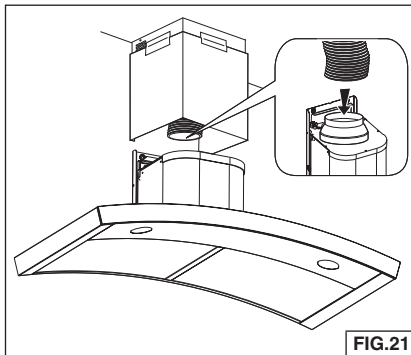

FIG.21
8. Estire el conducto expansible, conéctelo al adaptador de 6 a 8 pulg. (15.2 a 20.3 cm) y aplique cinta para conductos en las uniones. Fig. 21.
PROCESO DE CALIBRACIÓN Fig. 21.